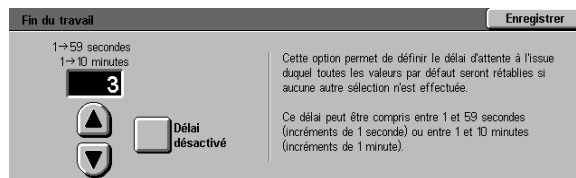

Figure 54 : Exemple d'écran de paramétrage du délai d'attente
- À l'aide des **flèches vers le haut et vers le bas** (voir la figure 54), augmentez ou réduisez le délai d'inactivité du système à l'issue duquel ce dernier restaure les valeurs par défaut, passe en mode veille, est mis hors tension ou quitte le mode Administration système. La valeur définie doit être comprise dans la plage admise.